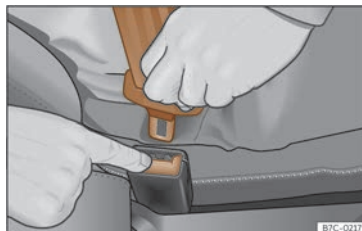

Abb. 20 Schlosszunge vom Gurtschloss lösen.
- Rote Taste im Gurtschloss drücken >>> (Abb. 20). Die Schlosszunge springt heraus.